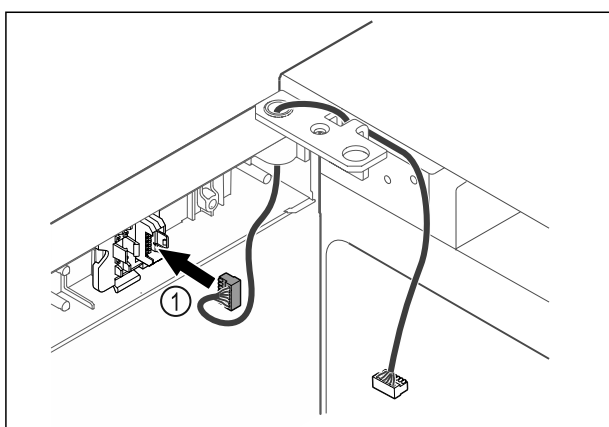

Fig. 48
- ▶ Inserire il connettore Fig. 48 (1) nel supporto connettori.